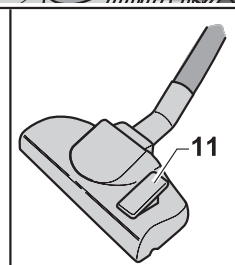

Fig. 6
- Das gewünschte Zubehör (Saugstutzen, Pinselbürste, Düse, Mehrzweckbürste, usw.) an die Verlängerung (10 Abb. 6) anschließen.
- Zum Reinigen von harten Fußböden, Parquet, usw. den Hebel (11 Abb. 6) nach hinten drücken, um die Borsten der Bürste auszufahren.
böden, usw. den Hebel (11 Abb. 6) nach vorn drücken, um die Borsten der Bürste wieder einzufahren.